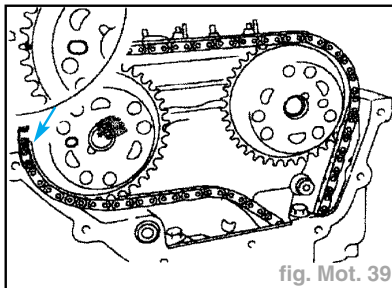

fig. Mot. 39
- Poser le pignon d'arbre à cames avec la chaîne de distribution (en position de PMH) (fig. Mot. 39).